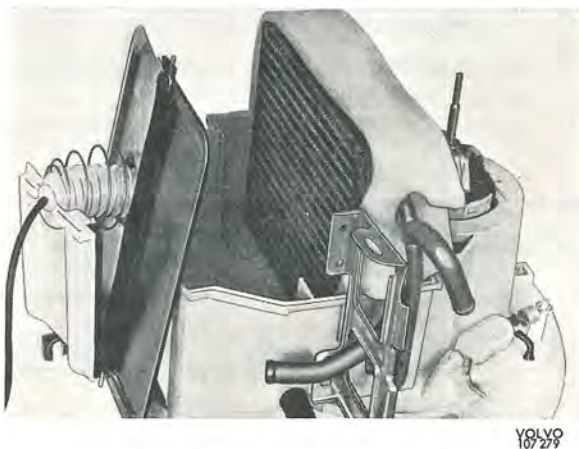

Bild 41. Placering av cellpaket
8. Placera det nya cellpaketet med isolering på plats i högra halvan av centralenheten (bild 41).